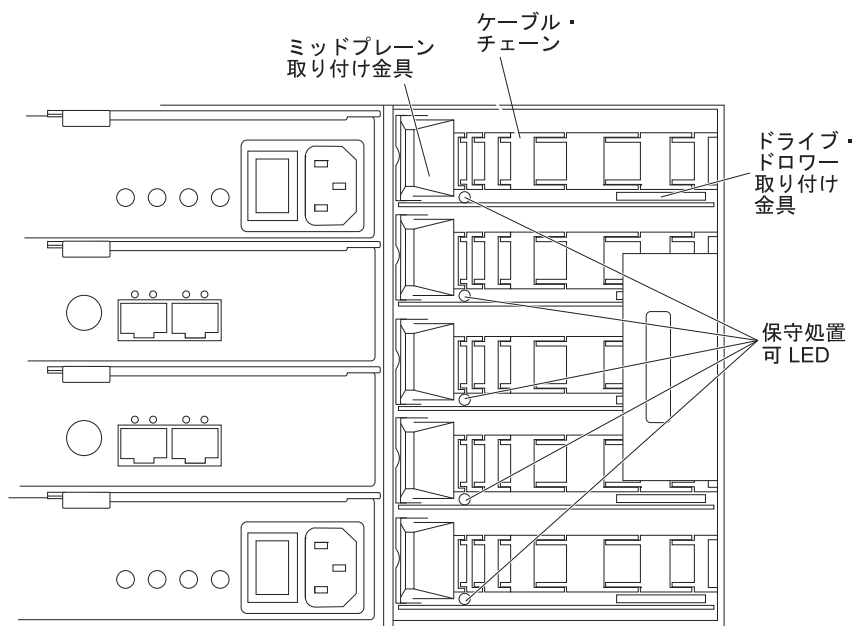

図 85. 右のファン・アセンブリーを取り外したストレージ拡張エンクロージャの背面図
- a. ドライブ・エンクロージャーの背面で、右のファン・アセンブリーを取り外します。ファン・アセンブリーを取り外すステップについては、136 ページの『ファン・アセンブリーの交換』を参照してください。139 ページの図 85 に、ファン・アセンブリーを取り外した状態のそのエリアの様子を示します。